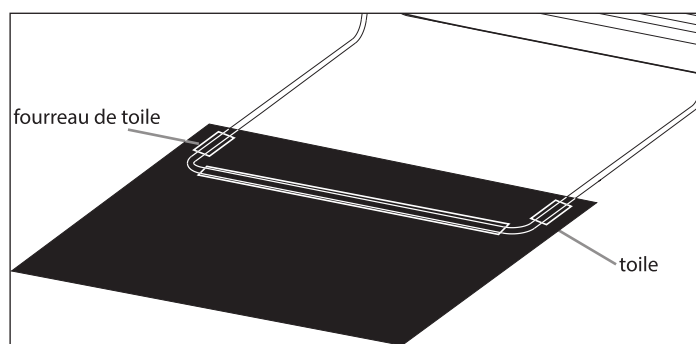

FIGURE 4
Déplier la toile et trouver le logo Eskimo® près de la porte zippée, qui se place à l'avant du traîneau. La toile de l'abri étant étendue face extérieure vers le bas, trouver les trois (3) fourreaux sur la partie avant inférieure, le côté droit et le côté gauche de la toile de l'abri. Enfiler le montant d'armature restant (15017) dans les trois (3) fourreaux. **VOIR FIGURE 4**
Attacher le montant d'armature (15017), équipé des capuchons de montant (15295) à l'étape précédente, dans l'emplacement n° 4 de chacune des deux (2) articulations (15062). Utiliser deux (2) vis de ¼-20 x 2-1/4 po et deux (2) écrous Nyloc de ¼-20 pour effectuer l'assemblage. **VOIR FIGURE 4**